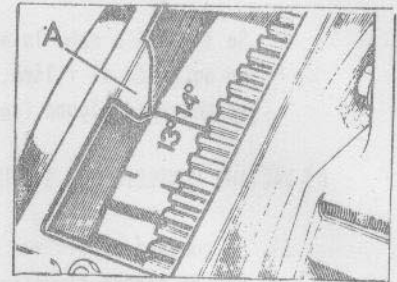

Fig. 87 - Referencias del volante para puesta a punto
1. El volante del motor lleva grabadas las referencias 13° y 14° (Fig.87).